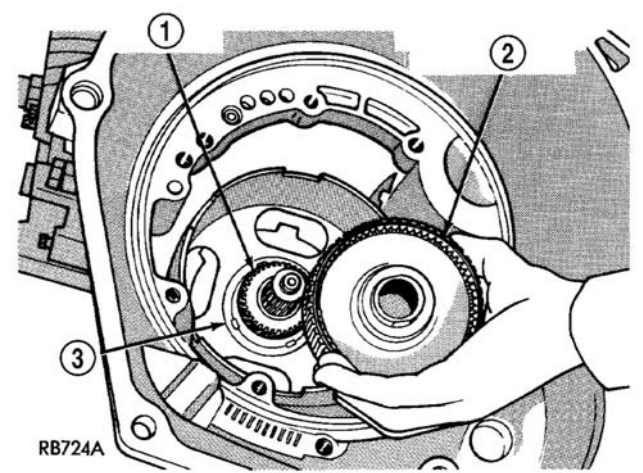

图 49 前行星齿轮总成
- (35) 从输出轴（图 49）拆下前行星齿轮总成。
- (36) 从太阳齿轮驱动壳（图 49）拆下 6 号止推垫圈。